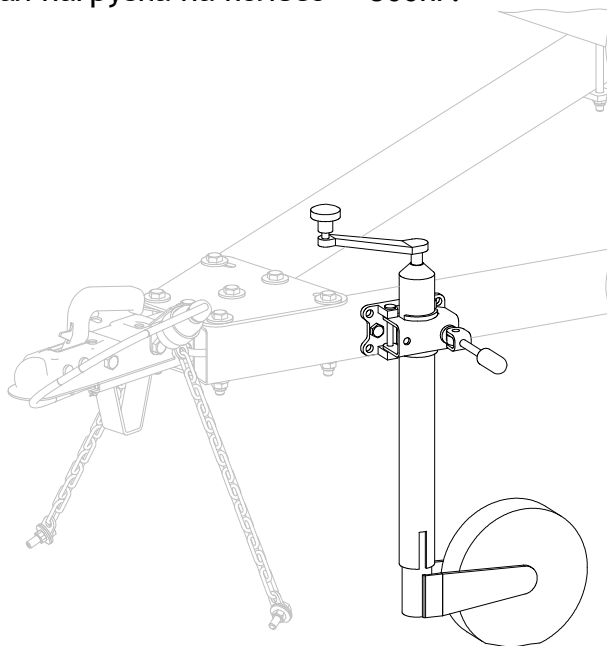

рис.2
а) Рабочее положение (рис. 2) – для облегчения передвижения прицепа без тягача и обеспечения горизонтального положения прицепа на стоянке.
7.5 При нахождении опорного колеса в рабочем положении (рис. 2), перед началом маневрирования убедитесь, что крепление колеса не находится в пазах цилиндра, т.е. не заблокировано.